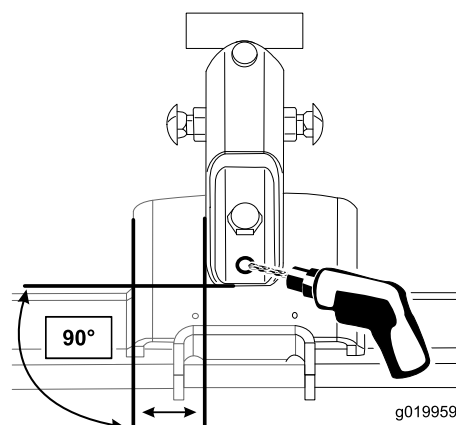

Figure 6
4. Percez le second trou sur le support de pivot dans la plaque de la machine (Figure 6).